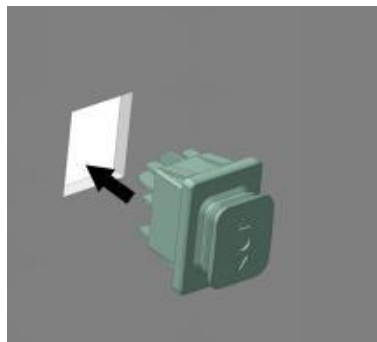

Figure D20
4.1 Commencez par installer l'interrupteur de commande à un emplacement approprié à l'intérieur du véhicule (Figure D20). Une fois la capote installée, faites